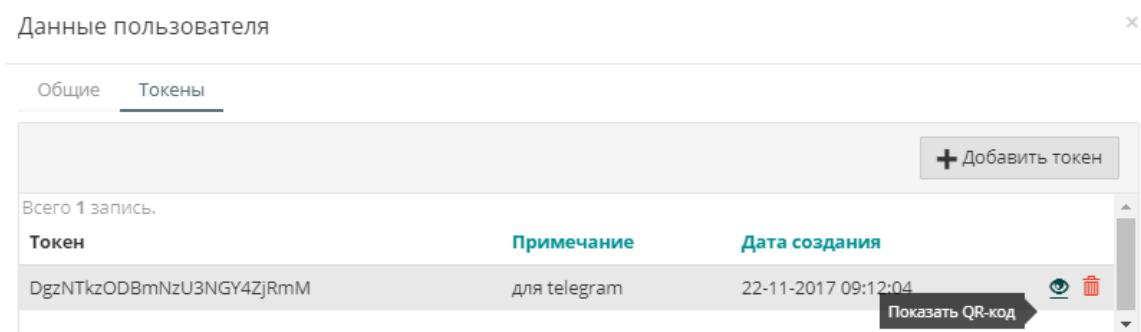

Рисунок 7.2 – Добавление telegram-токена
5. Нажмите на кнопку **Токены**, после этого – на появившуюся кнопку **Регистрация нового токена**. Введите токен или отправьте изображение его QR-кода (см. рисунок 7.2).